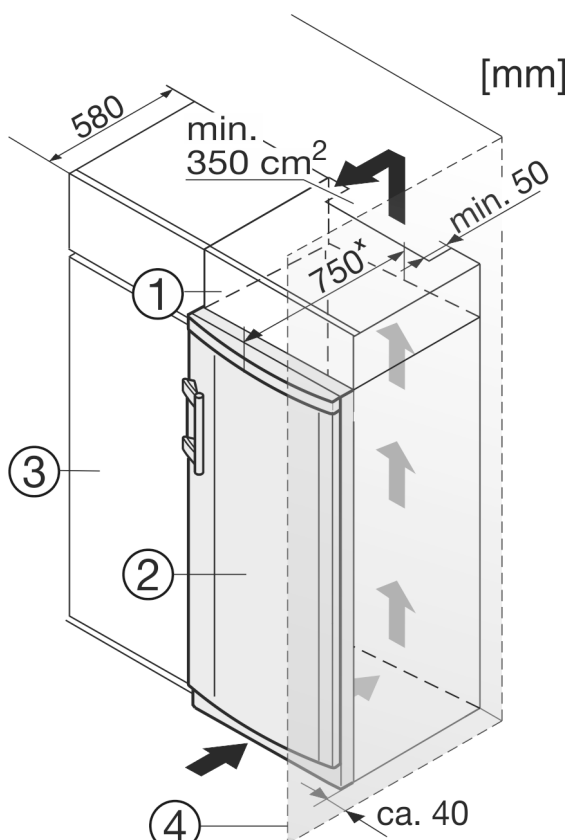

Fig. 9
- (1) Mobile da appoggio
- (2) Apparecchio
- (3) Mobile da cucina
- (4) Parete
L'apparecchio può essere incassato nell'arredamento per la cucina. Per adattare l'apparecchio Fig. 9 (2) all'altezza della cucina componibile, è possibile applicare sopra l'apparecchio un adeguato mobile da appoggio Fig. 9 (1).
Se l'apparecchio con cerniere viene installato accanto ad una parete Fig. 9 (4), la distanza minima fra l'apparecchio e la parete deve essere almeno di 40 mm, che corrisponde alla sporgenza della maniglia con la porta aperta.